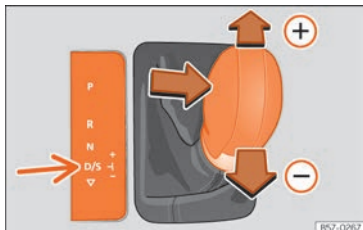

Abb. 215 Hebel in Tiptronic-Stellung.
- Drücken Sie den Hebel nach vorn (+) oder zurück (-), um hoch- oder herunterzuschalten »» Abb. 215.